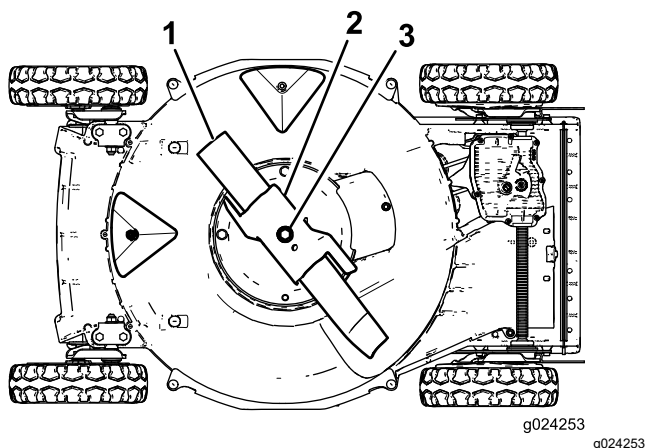

Figure 25
5. Basculez la machine sur le côté **droit** (filtre à air en haut), comme montré à la Figure 25.